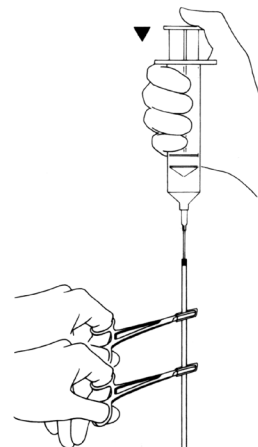

Figura 4-4e. Clampaggio della cuffia
11. Una volta rimossi aria e liquido e con la cuffia completamente svuotata, servirsi di due pinze emostatiche mosquito per clampare due volte il tubo (solo una tacca) 3 cm sotto l'ago ed ancora 3 cm sotto la prima pinza. (Figura 4-4e)